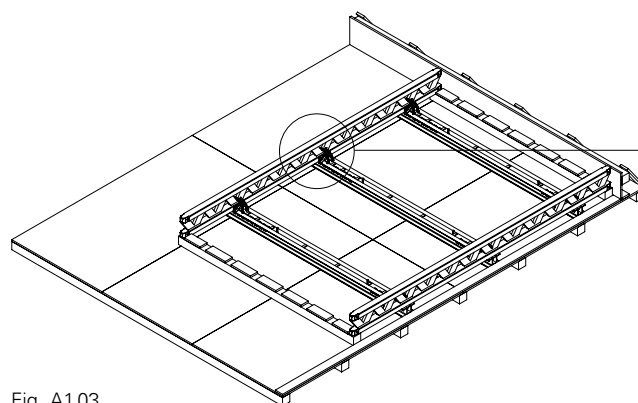
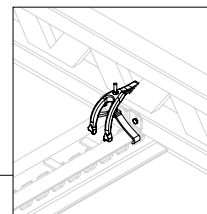
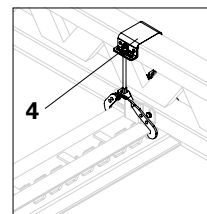

Fig. A1.03
Fig. A1.03a
Fig. A1.03b
3. Posizionare e fissare le travi ai bordi sul corrente in acciaio. (Fig. A1.03) Il fissaggio si realizza con: staffa TP HB U100-U120 e vite per legno M8 x 60 (Fig. A1.03a) o staffa universale HBU (4) e Torx TSS. (Fig. A1.03b)